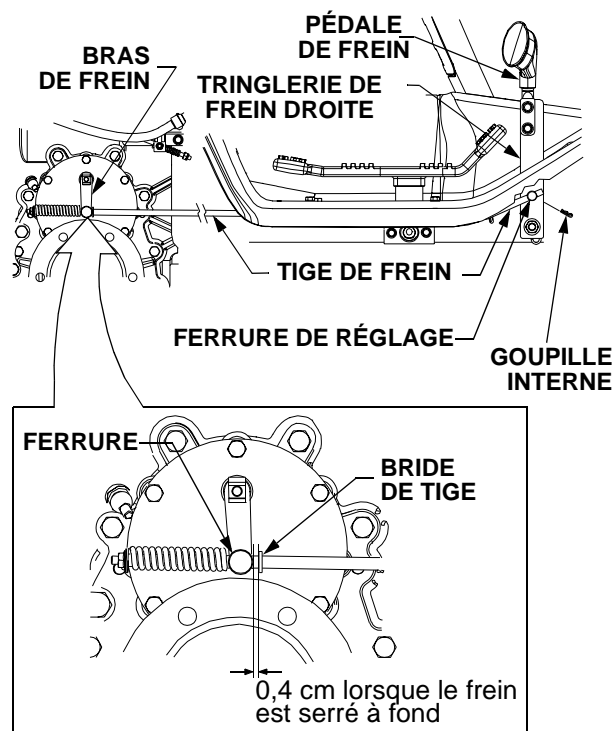

Figure 32
- Par le côté arrière droit du tracteur, vérifiez l'interstice entre la bride de la tige de frein et la ferrure annulaire reliée au bras de frein de la transmission. L'interstice doit faire au minimum 0,4 cm. Voir la Figure 32.
- Détachez la goupille intérieure puis dégagez, de la tringlerie, la ferrure de réglage située à l'avant de la tige de frein. Voir la Figure 32.